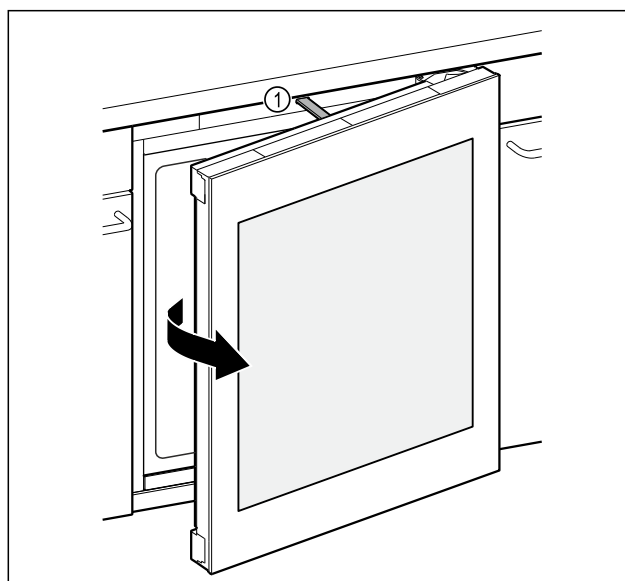

Fig. 92
- De duwstang Fig. 92 (1) opent de deur ongeveer 7 cm.